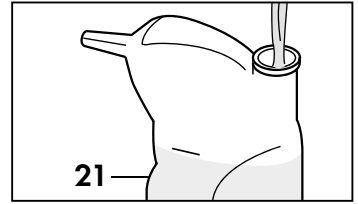

Abb. 6
Die Flasche (21) mit Leitungswasser füllen (Abb. 6).